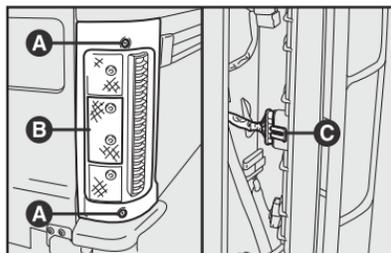

fig. 18
1) com uma chave phillips, soltar os dois parafusos **A-fig. 18**;